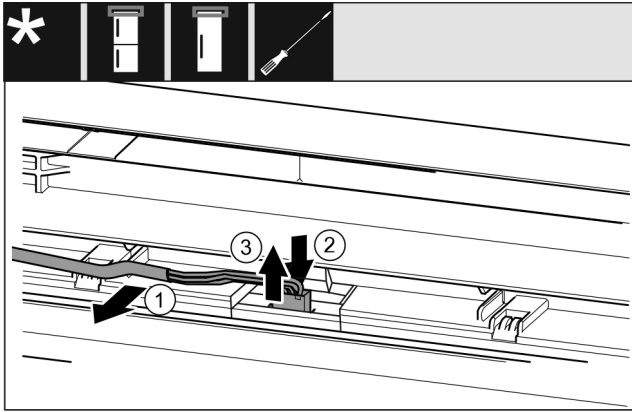

Fig. 20
- ▶ Sivý kábel opatrne uvoľnite z vedenia vo dverách. Fig. 20 (1)
- ▶ Sponu za zástrčkou potlačte dozadu. Fig. 20 (2)
- ▶ Zástrčku opatrne vytiahnite nahor. Fig. 20 (3)